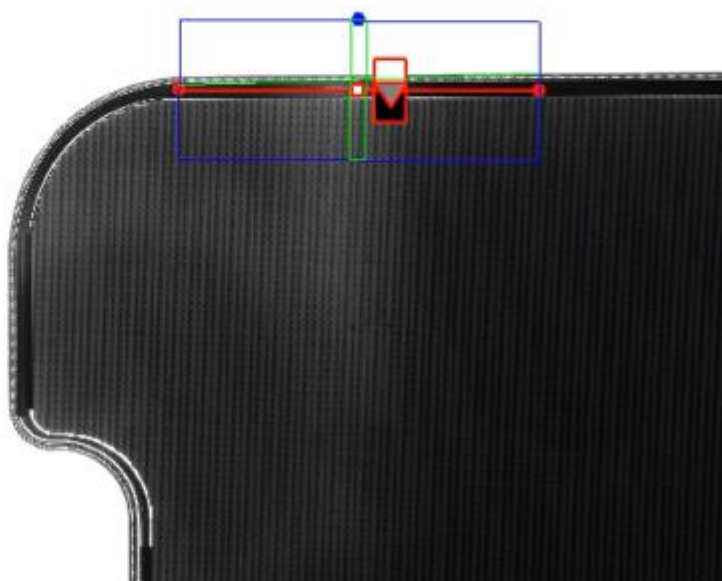

图 2-16
- e. **单直线**: 操作方式与“直线交点”类似；如下图 2-16 所示：